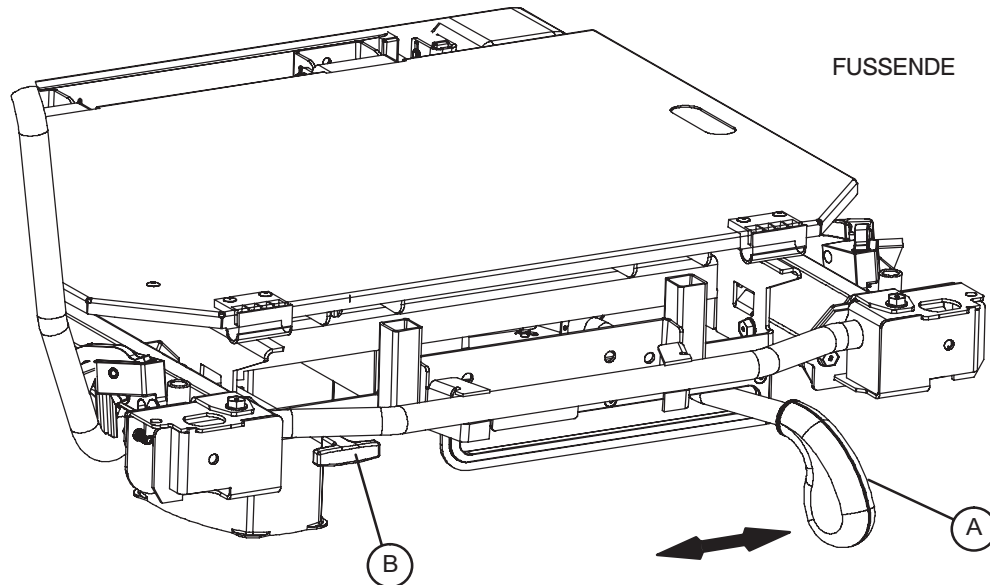

Abbildung 8 - Fußteilverstellung - Fußende
Um das Fußteil anzuheben, Griff (A) wiederholt nach links drücken (siehe Abbildung 8).
Um das Fußteil abzusenken, am Griff (B) ziehen (siehe Abbildung 8).